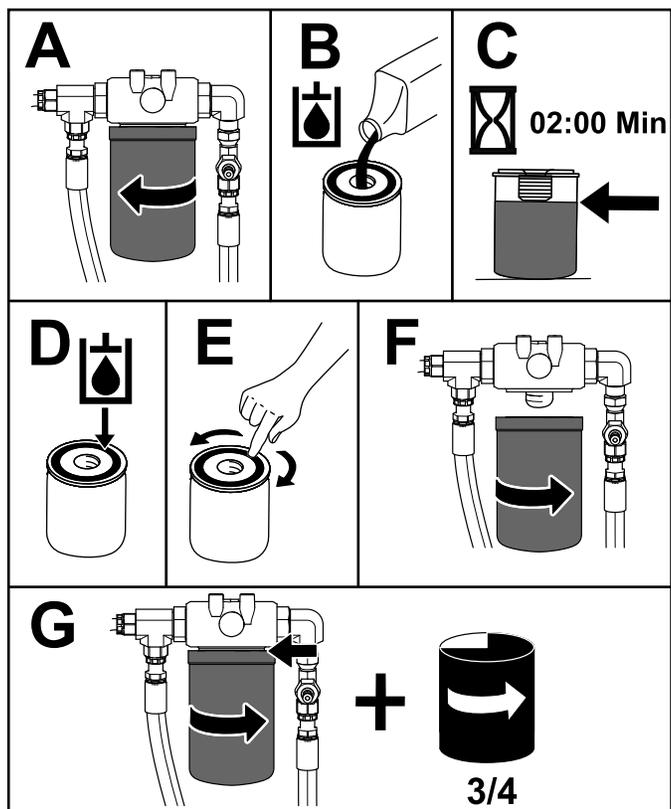

Рисунок 81
9. Поместите сливной поддон под задний фильтр, а затем замените фильтр (Рисунок 81).